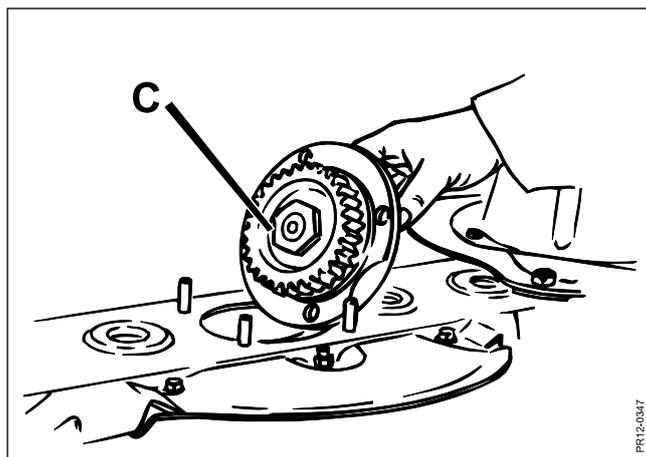

Fig. 5-13
- Fig. 5-13** Sur la barre de coupe utilisée, chaque moyeu **C** au dessous des disques se remplace facilement par le dessus (Barre de coupe Top Service ).